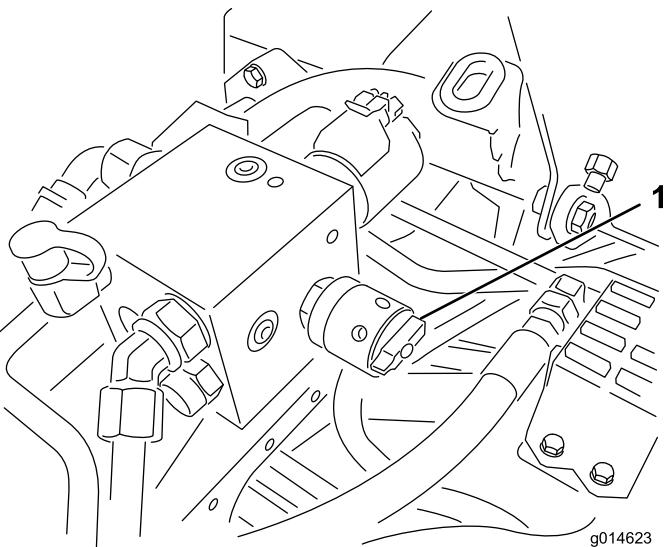

Figura 54
- Rode o controlo da velocidade dos cilindros para a posição 1 (Figura 54).